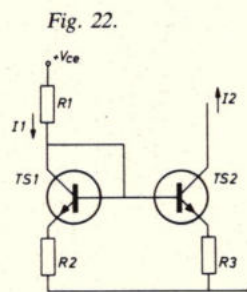

Fig. 22.
Zoals bekend is een transistor eerder een stroom- dan een spanningsversterker. In figuur 21 hebben we de stroomspiegel opnieuw getekend. De stroom die in TS1 wordt gestuurd zal in dat geval identiek zijn aan de collectorstroom van TS2 e.v.. Dergelijke configuraties worden vaak in IC's toegepast (ref. 22). Door nu weerstanden op te nemen in de emitters kunnen we het gedrag lineariseren en ook een versterkingsfactor vastleggen. In de schakeling van fig. 22 hebben we dat aangegeven. De collectorweerstand R1 van TS1 heeft een waarde van 10 k Ω . Bij een spanning van 10,5 Volt (0,5 V verzadigingsspanning van TS1) zal er een stroom lopen van 1 mA. Nemen we nu voor R2 en R3 de waarden 100 Ω en 10 Ω , dan zal de versterking 10 \times zijn en TS2 een stroom leveren van 10 mA. Let wel, dit is dus stroom-versterking. In de schakeling van fig. 20 is een emittervolger TS4 toegevoegd om voldoende basisstroom in de basis van TS5 te kunnen sturen. De versterkingsfactor van de stroomspiegel in fig. 20 is 10 \times en gegeven de stroom in TS1 zal er in TS5 een stroom van 12 mA lopen. TS5 is een (snelle) videotransistor met een kleine c_{cb} . De collector van TS5 wordt belast met de combinatie R27-C10. Deze RC vormt een derde kantelpunt in de versterker op 60 kHz. De reden voor dit kantelpunt is drieledig: